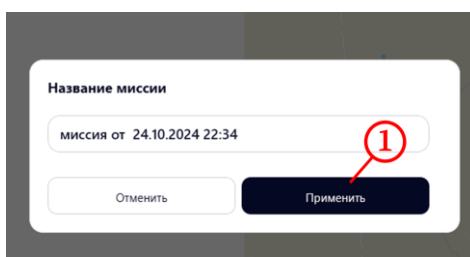

Рисунок 63 – Редактирование названия миссии
- на открывшейся форме (рисунок 63) указать название миссии;
- нажать на кнопку «Применить» (рисунок 63, шаг 1).